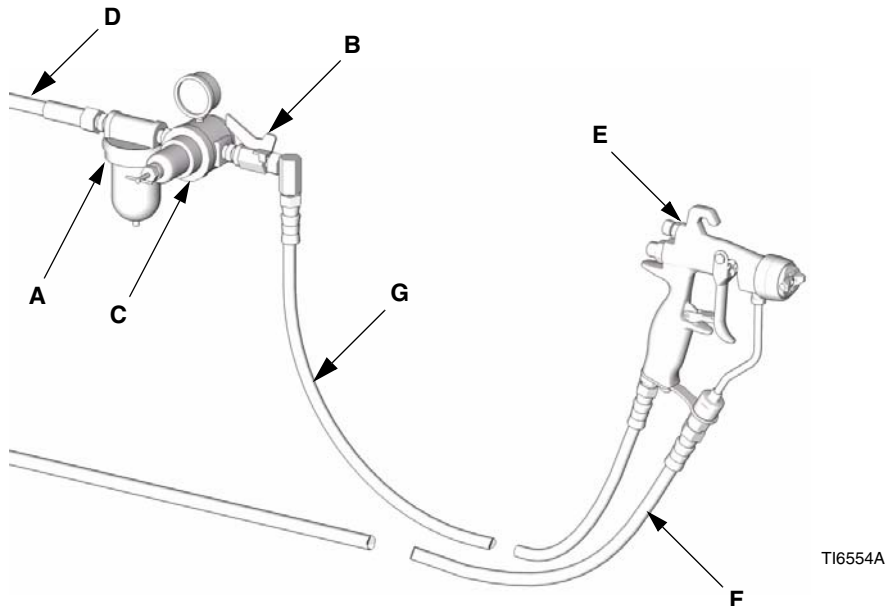

FIG. 1: Installazione tipica (Modello G15 in figura)
Lo schema indicato in FIG. 1 per l'installazione tipica è solo una guida per la selezione e l'installazione di sistemi di spruzzatura con supporto pneumatico. Per assistenza nella progettazione di un sistema adatto alle proprie necessità, contattare il rappresentante della Graco.
1. installare un filtro aria (A) sulla linea di alimentazione aria della pistola per garantire un'alimentazione di aria secca e pulita alla pistola. Sporczia e umidità possono rovinare l'aspetto del lavoro finito. Vedere FIG. 1.
2. Installare un regolatore di pressione aria (C) sulla linea di alimentazione aria della pistola per regolare la pressione dell'aria alla pistola.
3. Installare una valvola di arresto dell'aria (B) sulla linea aria della pistola e sulla linea aria della pompa per arrestare l'aria in arrivo alla pistola.